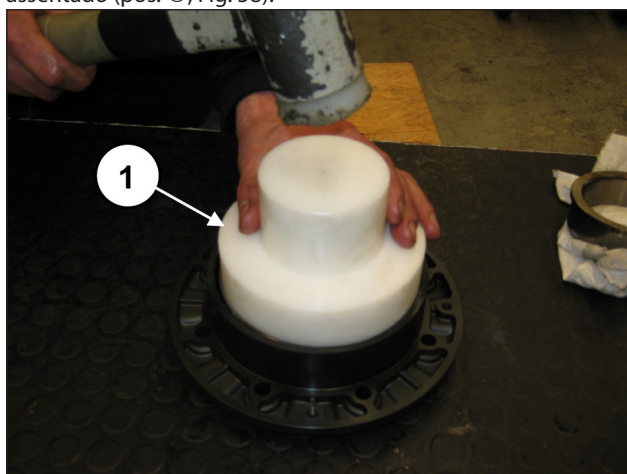
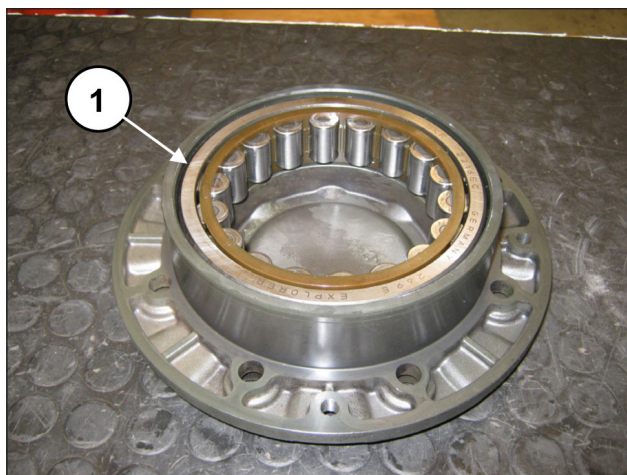

Fig. 57
Fig. 58
Repita a operação na tampa do mancal, pré-montando o anel externo do virabrequim usando a ferramenta cód. 27605000 (pos. ①, Fig. 57) até que ele esteja totalmente assentado (pos. ①, Fig. 58).